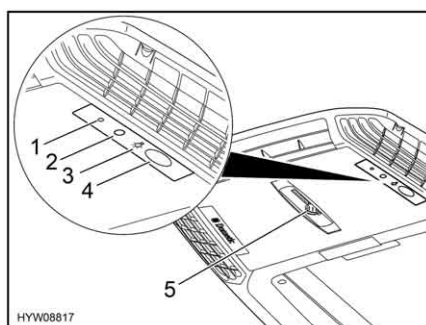

Fig. 83 Unità a soffitto
- Premere il tasto On/Off (Fig. 83,2) sull'unità a soffitto. Una pressione breve inserisce la modalità standby, una pressione lunga inserisce l'impianto di climatizzazione.
- Premere il tasto On/Off (Fig. 83,2) sull'unità a soffitto. L'impianto di climatizzazione è disinserito.
Diodo luminoso Il diodo luminoso (LED) (Fig. 83,1) sull'unità a soffitto (Fig. 83) indica lo stato di funzionamento dell'impianto di climatizzazione:
- Premere brevemente il tasto illuminazione (Fig. 83,3).
- Ruotare la manopola sul regolatore a scorrimento (Fig. 83,5) in senso antiorario. Il regolatore a scorrimento per la distribuzione dell'aria è sganciato.
- Puntare il trasmettitore a infrarossi del telecomando verso il ricevitore a infrarossi (Fig. 83,4) sull'unità a soffitto.